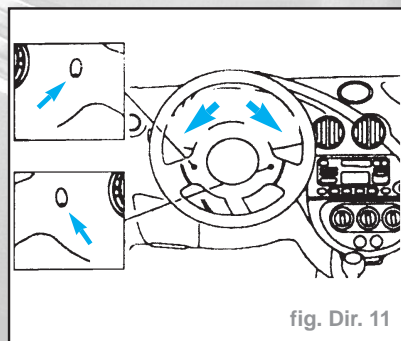

fig. Dir. 11
- Tourner le volant pour déposer les vis de fixation Torx prisonnières par l'arrière (fig. Dir. 11).